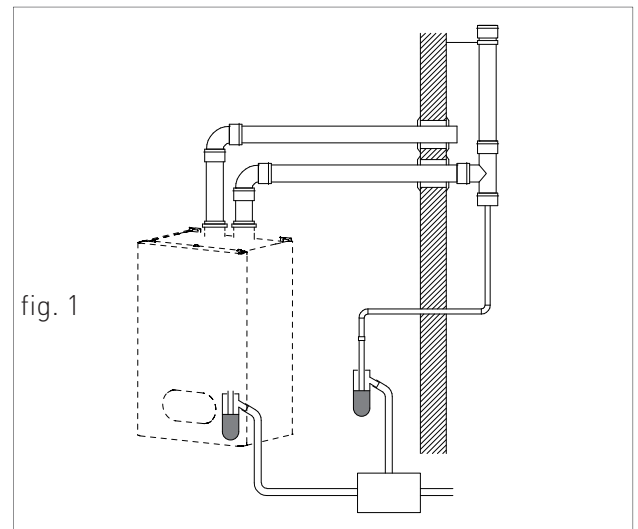

fig. 1
- › Si se instala un conducto de humos vertical, intercalar un sifón para la recogida de condensados en la base del conducto y conectarlo al desagüe del local (fig. 1).